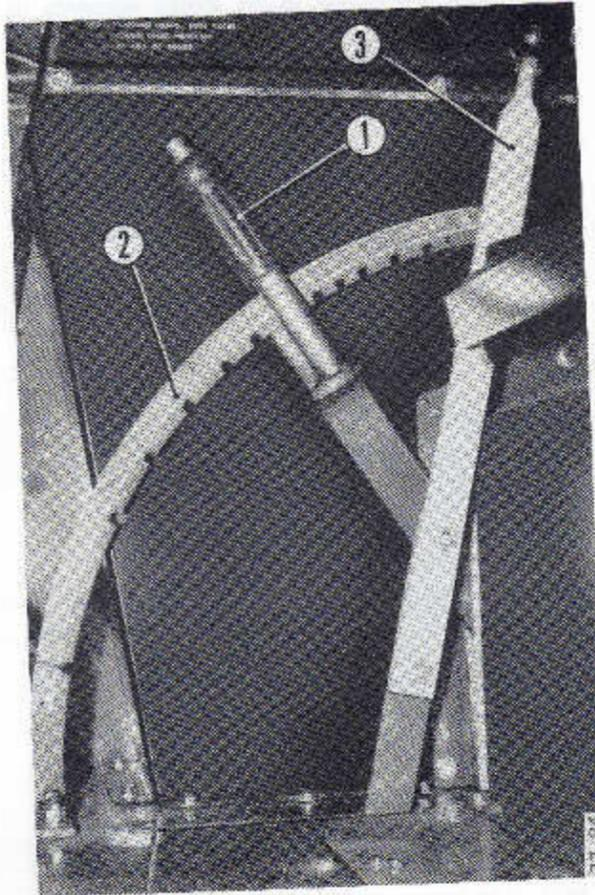

Fig. 26
**Levier de réglage de contre-batteur (1 fig. 26)**
Le secteur 2 (fig. 26) donne une indication sur le degré d'ouverture de la position fermée à la position 14. Ce secteur n'indique pas la valeur effective de l'écartement en pouces ou en millimètres.